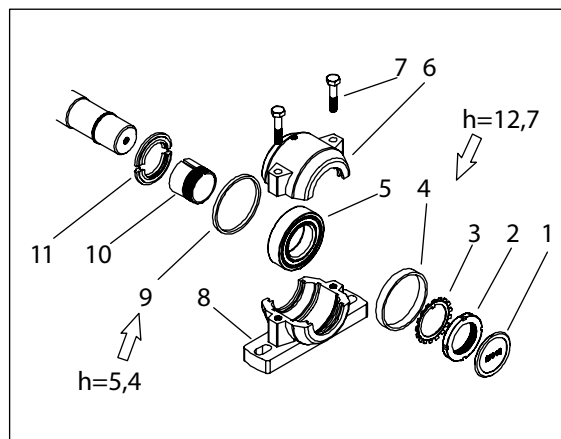

Fig. 7a. Lager på matesiden
2. Løsne festeskruene M10 (7) og det øvre lagerhuset (6).
5. Løsne låseringen (3) framutteren på akslingen og løsne mutteren.
6. Ta av mutteren, låseringen, avstandshylsen (4), lageret (5), avstandshylsen (9) og strammekonen (10).
7. Monter strammekonen, avstandshylsen (9) og lageret på akslingen. Merk tykkelsen på avstandshylsen (9) - se Fig. 7a.
11. Brett en klo fra låseringen (3) inn i sporet på akselmutteren.
12. Monter ytre halvpart av støvdekselet og endeplate (1) på lagerhuset. Monter avstandshylsen (4) på akslingen.
1. Åpne det øvre lagerhuset - se tegningen som viser dette, (fig. 7a) Fjern gammelt fett så forsiktig som mulig og tilsett nytt fett. Fyll ikke lagerhuset med fett.